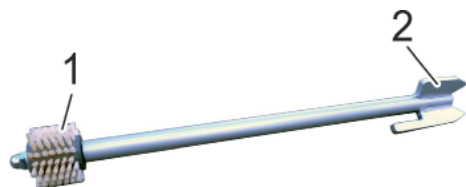

Рис. 18: Очистной инструмент
- При необходимости введите щетку или скребок (см. рис. 18) с обеих сторон смешивательной трубы, удалите остатки материала и отложения и тщательно промойте смешивательную трубу водой.